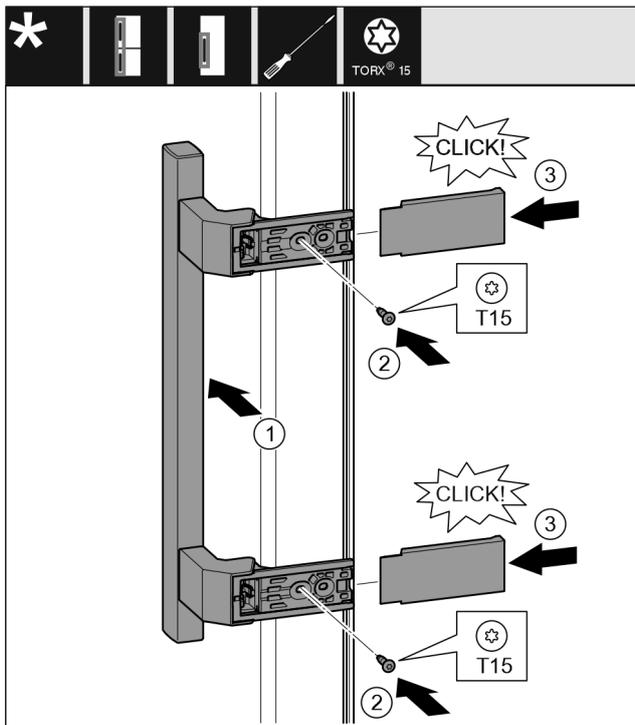

Fig. 12
- ▶ Držadlo nasadíte na opačnú stranu. Fig. 12 (1)
- ▶ Skrutkovačom T15 pevne zaskrutkujte skrutky. Fig. 12 (2)
- ▶ Kryt nasadíte a nasuňte z boku. Fig. 12 (3)